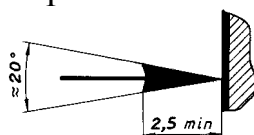

Рис. 4.2
- величины элементов стрелок размерных линий выбирают в зависимости от толщины линий видимого контура и вычерчивают их приблизительно одинаковыми на всем чертеже. Форма стрелки и примерные размеры ее элементов показаны на рис. 4.2.